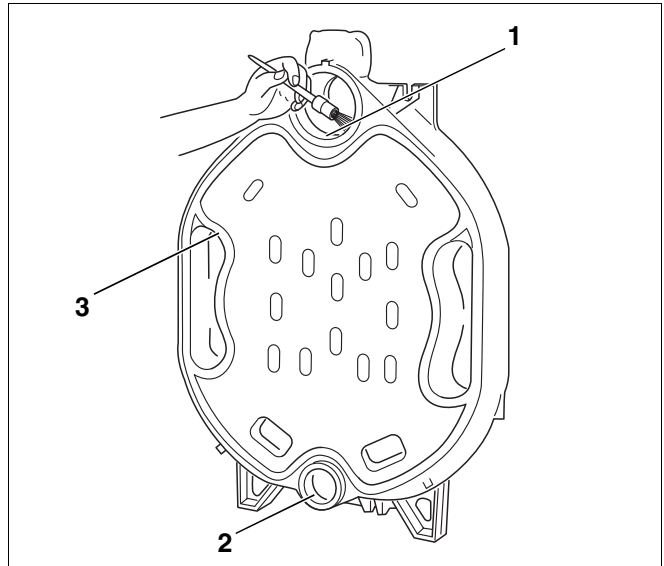

Fig. 8 Pregătirea canelurilor de etanșare și a alezajelor
- Dacă este necesar, canelurile pentru garniturile de etanșare se curăță cu peria de sârmă și laveta (fig. 8, poz. 3).
- Suprafețele alezajelor (fig. 8, poz. 1 și 2) se curăță cu o lavetă îmbibată cu benzină.